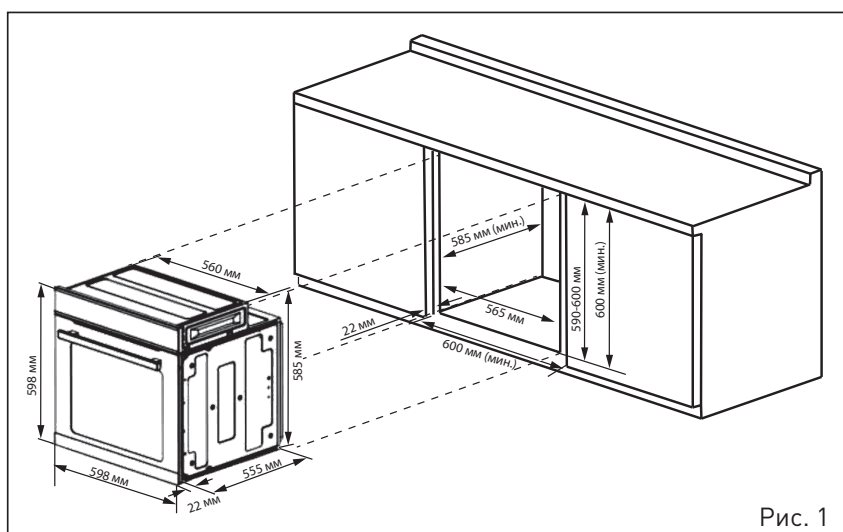

Рис. 1
2. Потяните заднюю часть навесного элемента вверх и на себя так, чтобы штырь вышел из отверстия на стенке духовки (Рис.1).
Для безопасной установки и эффективного функционирования прибора стандартная ниша, в которую он встраивается, должна иметь соответствующие размеры (в мм), указанные на Рис. 1–2.